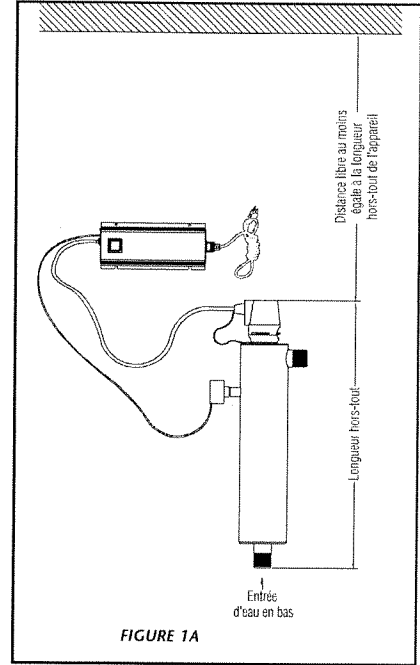
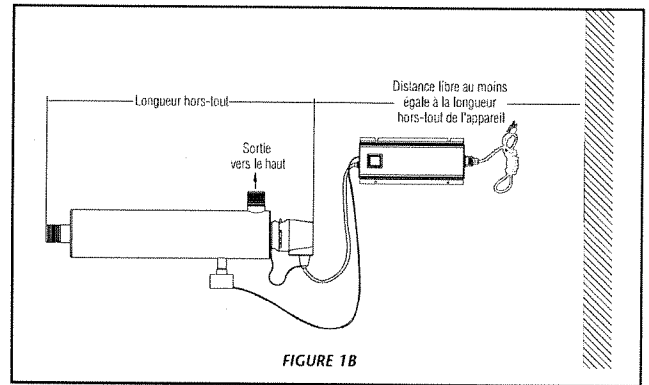

FIGURE 1A
FIGURE 1B
2. Choisir un emplacement approprié pour l'installation du système de désinfection et des composants connexes. Tenir compte de la recommandation d'installation d'un disjoncteur de fuite à la terre (recommandé). L'équipement peut être installé verticalement (l'orifice d'entrée d'eau en bas – Figure 1a) ou horizontalement (Figure 1b); cependant il est préférable que l'équipement soit installé verticalement. Lors du choix de l'emplacement d'installation, veiller à laisser un espace libre suffisant pour les opérations de remplacement de la lampe UV et/ou du manchon de quartz (typiquement, on laisse un espace correspondant à la taille du réacteur lui-même).